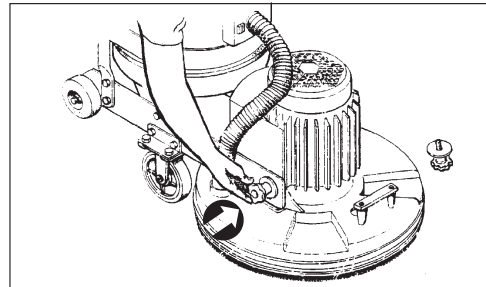

Figura 6
3. Fissare la sabbiatrice al telaio del veicolo serrando le due maniglie per bloccare la sabbiatrice al telaio. Vedere la Figura 6. Usare la camma eccentrica del telaio del veicolo per allineare la sabbiatrice al telaio. Apporre dei segni sui distanziatori e il telaio: uno a destra e due a sinistra.